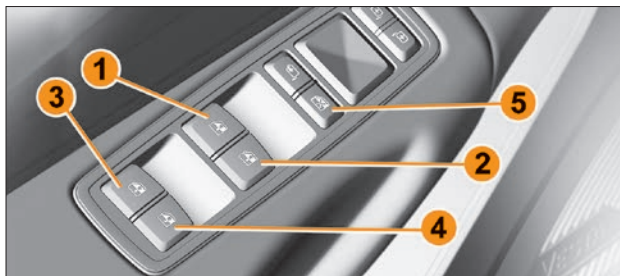

Рис. 4.1.1. Блок управления в двери водителя (в варианном исполнении)
**Клавиши управления электростеклоподъемниками с места водителя (рис. 4.1.1):**